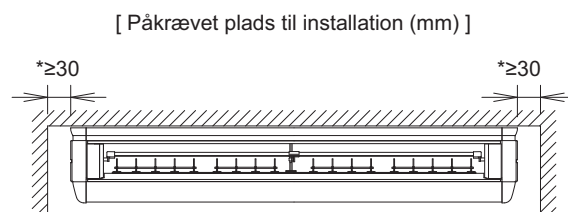
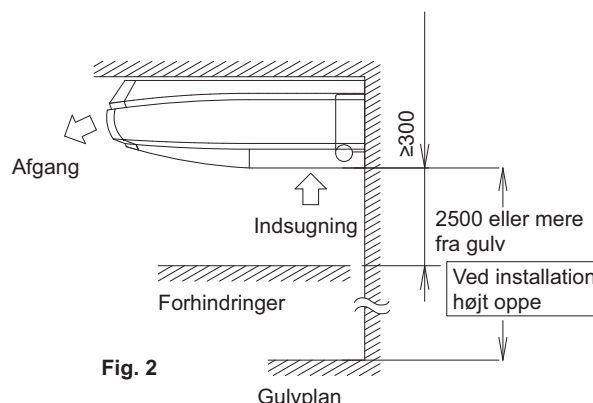

Fig. 1
Fig. 2
(1) Vælg sammen med kunden et installationssted, hvor følgende krav er opfyldt.
- Hvor der er tilstrækkelig plads til, at vedligeholdelse og service kan foretages. (Se fig. 1 og fig. 2)